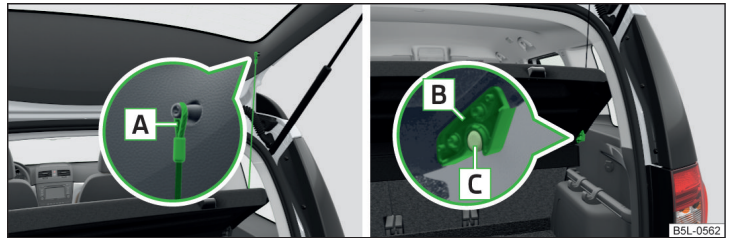

Fig. 104 Fixarea capotei portbagajului
- Desfaceți benzile de susținere **A** » fig. 104 de la capota portbagajului.
- Poziționați elementele de prindere ale capacului [B] » fig. 104 peste bolțurile [C] pe capitonajul lateral.
Dacă benzile de susținere [A] » fig. 104 sunt agățate de capota portbagajului, atunci la deschiderea capotei portbagajului se ridică și masca portbagajului.